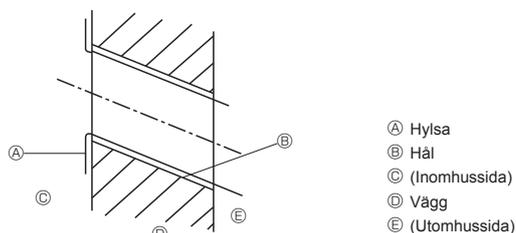

Fig. 3-3
3.2.2. Borring av rörledningshål (Fig. 3-3)